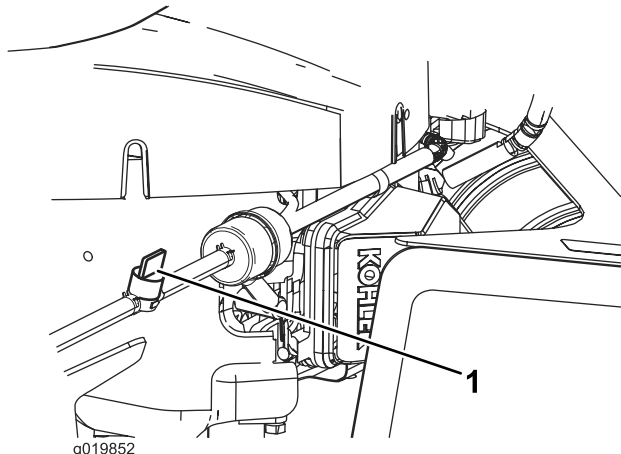

Figure 38
4. Tournez le robinet de vidange en position fermée (Figure 38).
5. Pincez les extrémités du collier de flexible du côté moteur et poussez-le vers le haut de la conduite d'alimentation, à l'opposé du robinet (Figure 38).
6. Débranchez la conduite d'alimentation du robinet (Figure 38). Ouvrez le robinet d'arrivée de carburant et laissez l'essence s'écouler dans un bidon ou un bac de vidange.
3. Tournez le robinet de vidange en position fermée (Figure 38).
7. Tournez le robinet de vidange en position ouverte (Figure 38).